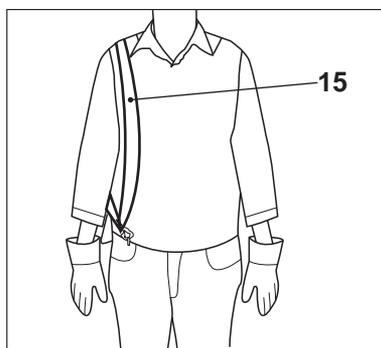

Fig. 7
1. Soulevez l'appareil et maintenez-le fermement tout en plaçant le harnais sur votre épaule droite (Fig. 7).